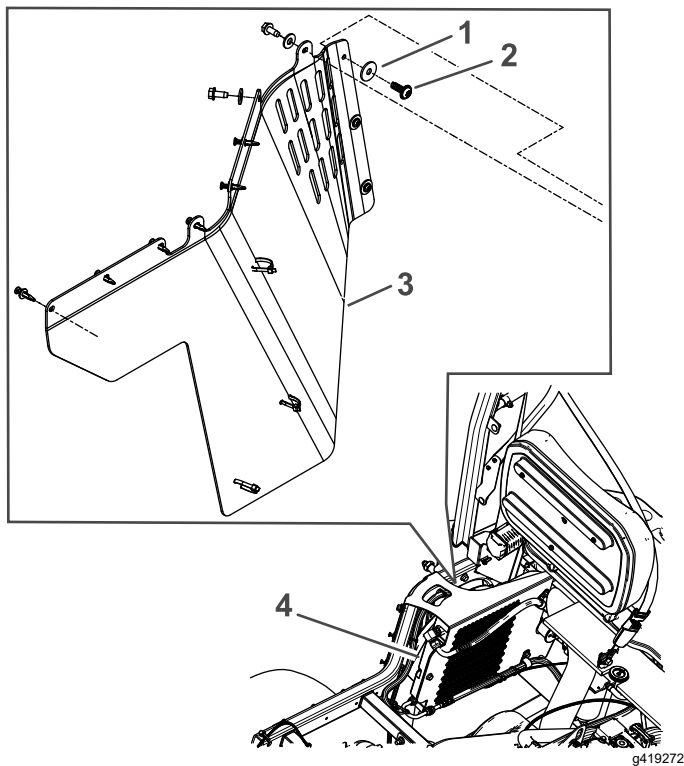
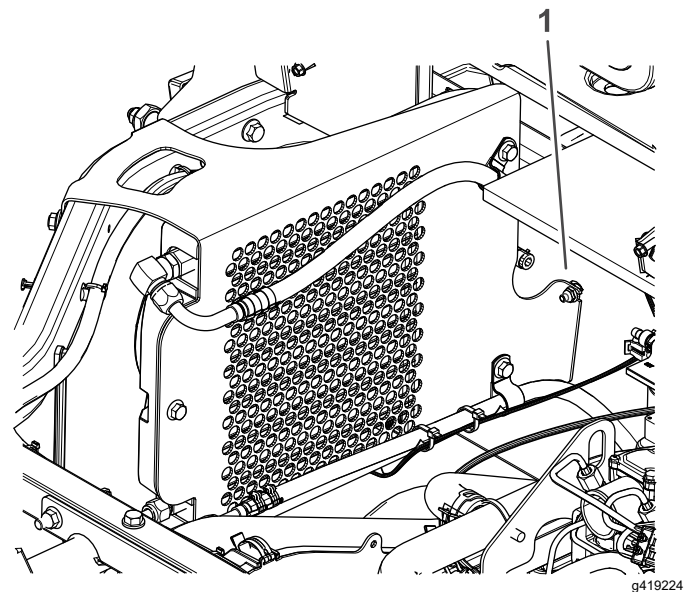
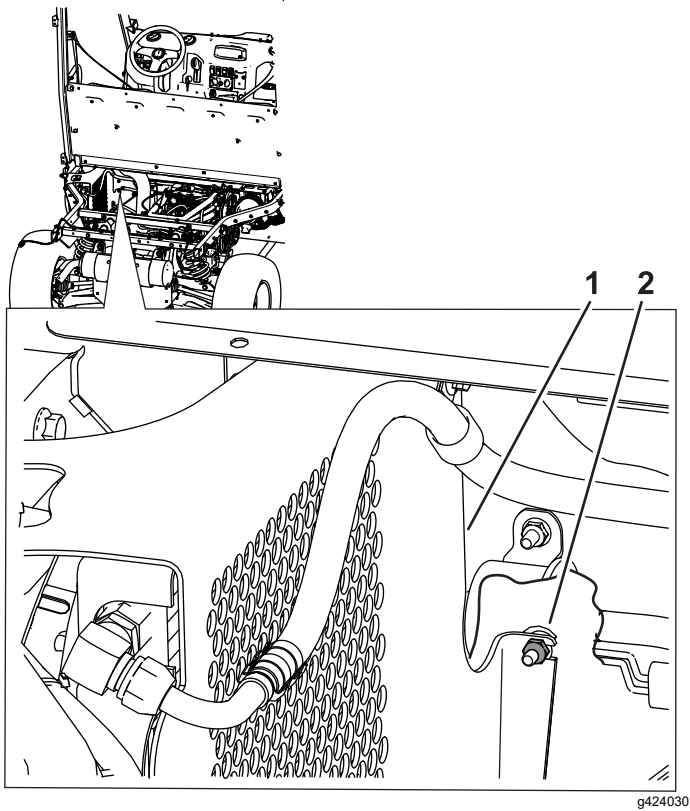

Bild 45
Bild 47
Bild 48
11. Bringen Sie die zuvor entfernten Kunststoffschrauben von unterhalb der Maschine an der neuen Platte und der Benzintank-Seitenplatte an (**Bild 45** und **Bild 47**). Ziehen Sie die Kunststoffschrauben auf ein Drehmoment von 2,25 N·m an.
14. Schieben Sie die Kondensatorhalterung zwischen die Sicherungsmutter ($\frac{1}{4}$ ") und den unteren Maschinenrahmen (Bild 47 und Bild 48).
15. Ziehen Sie die Schlossschraube ($\frac{1}{4} \times \frac{3}{4}$ ") und eine Sicherungsmutter ($\frac{1}{4}$ ") fest; siehe (Bild 47 und Bild 48).
12. Lösen Sie bei Dieselmotoren die untere Sicherungsmutter der Kraftstoffpumpe, wie in Bild 48 dargestellt.